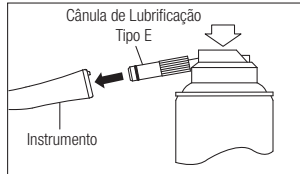

Fig. 7
- 2) Introduza a cânula de lubrificação na parte posterior do instrumento. Segure o instrumento e lubrifique durante aproximadamente 2 a 3 segundos. Aplique lubrificante até sair pela cabeça do instrumento durante pelo menos 2 segundos. (Fig.7)
- 3) Lubrifique o instrumento com NSK PANA SPRAY Plus / PANA SPRAY (Fig. 7) ou com um sistema de limpeza e lubrificação de instrumento automático.